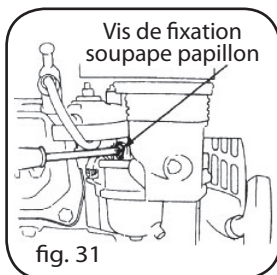

fig. 31
a) Mettre en marche et faire chauffer le moteur jusqu'à ce qu'il atteigne sa température normale de fonctionnement (Fig. 31).